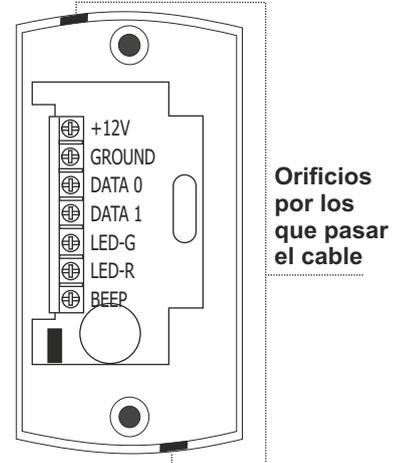

Figura 3
- retire la delgada pestaña situada en el lateral de la carcasa del lector por la cual debe salir el cable (figura 3),